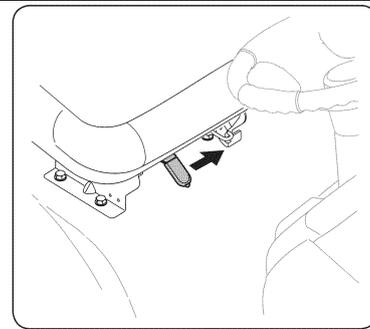

Рис. 5
3. Чтобы регулировать сиденье на моделях оборудованных рычагом корректировки места сиденья, перемещают рычаг (размещен под сиденьем), что бы передвинуть сиденье Вам потребуется, сдвинуть сиденье в лево и двигать его вперед или назад для (См. Рис.5). Регулируйте кресло оператора, перед работой на газонном тракторе.